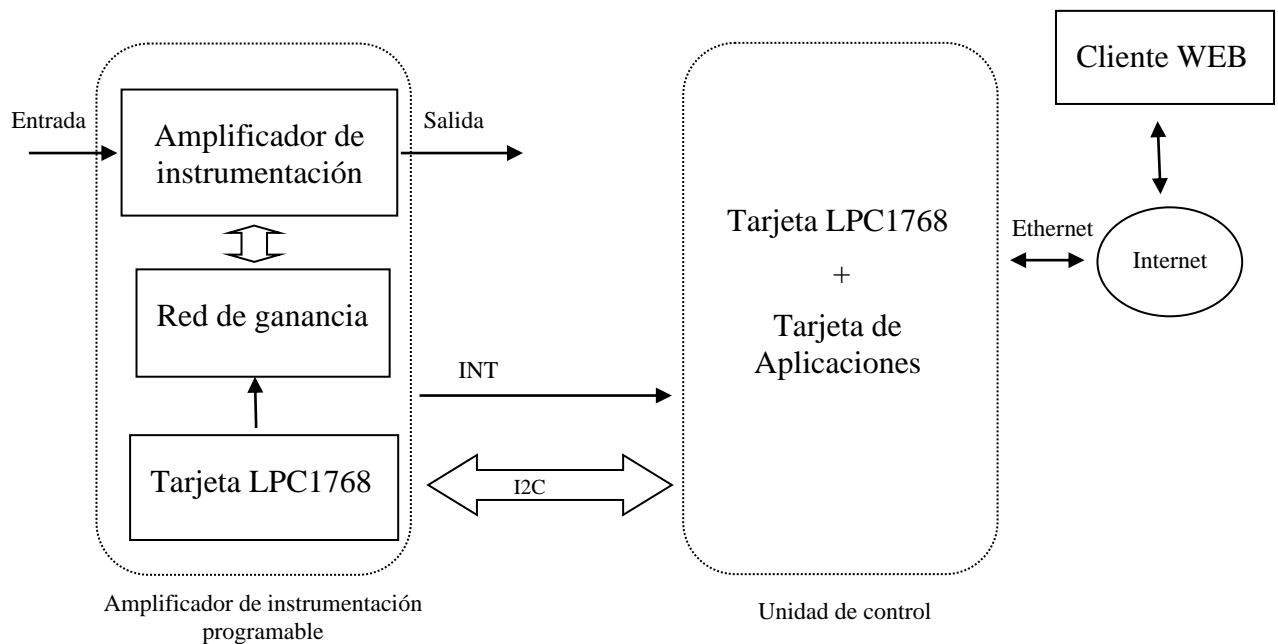

Figura 2. Conjunto AGP + UC
Para controlar el AGP se utilizará otra tarjeta LPC1768+Tarjeta de aplicaciones. A este conjunto lo vamos a denominar unidad de control (UC). La figura 2 muestra el conjunto AGP y UC.